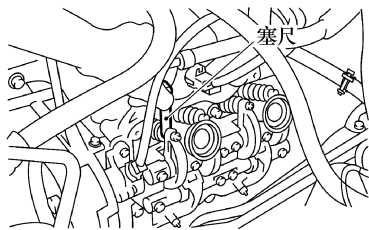

图 7-25 检查气门间隙
- 将塞尺尽可能水平地插入气门杆末端, 如图 7-25 所示。